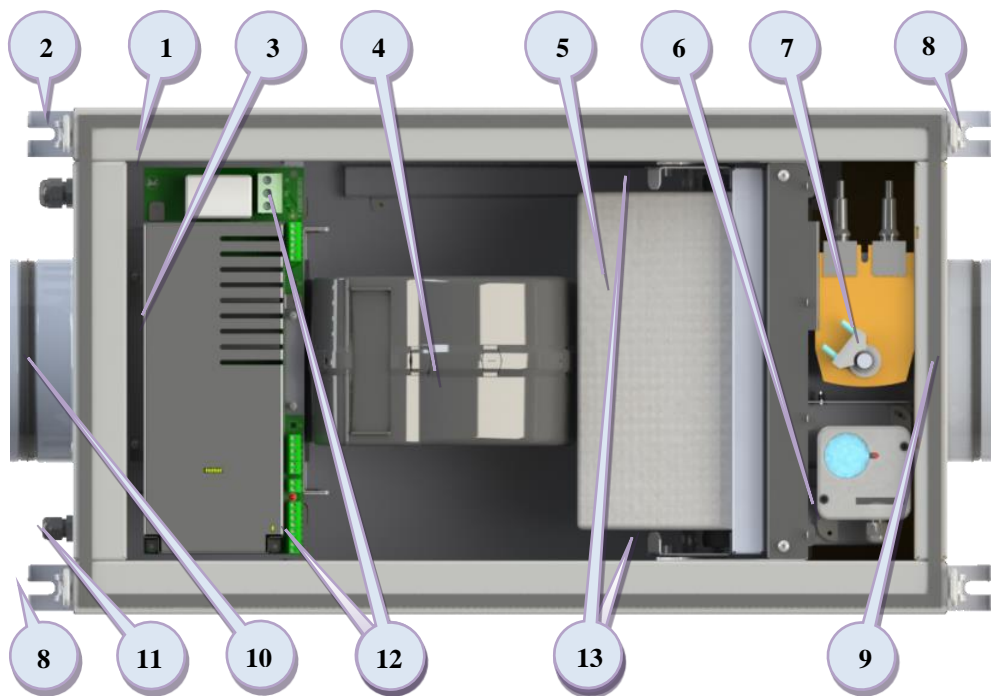

Рис. 1
Конструктивно установка (См. Рис. 1) представляет собой тепловлагозащищенный корпус (1) со съёмной с помощью 4-х замков-зашелок (2) крышкой.